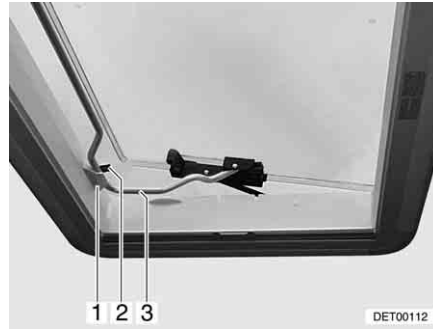

Fig. 66 Lanterneau Heki en position de ventilation 2
- Insérer l'étrier (Fig. 66,3) dans le support (Fig. 66,1).
- Placer le levier (Fig. 66,2) sur l'étrier.